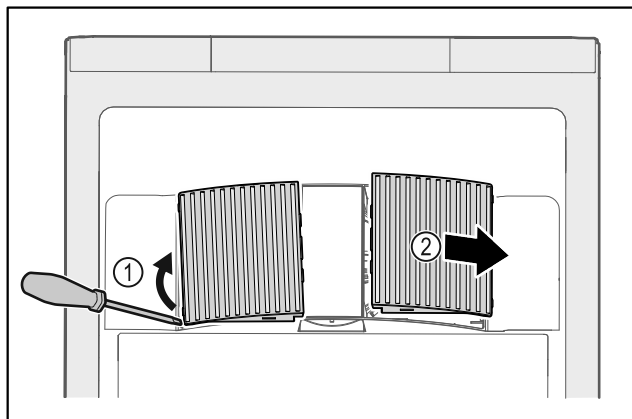

Fig. 172
- ▶ Ostrożnie podważyć osłony wentylatora z boku Fig. 172 (1) i zdjąć do przodu Fig. 172 (2).